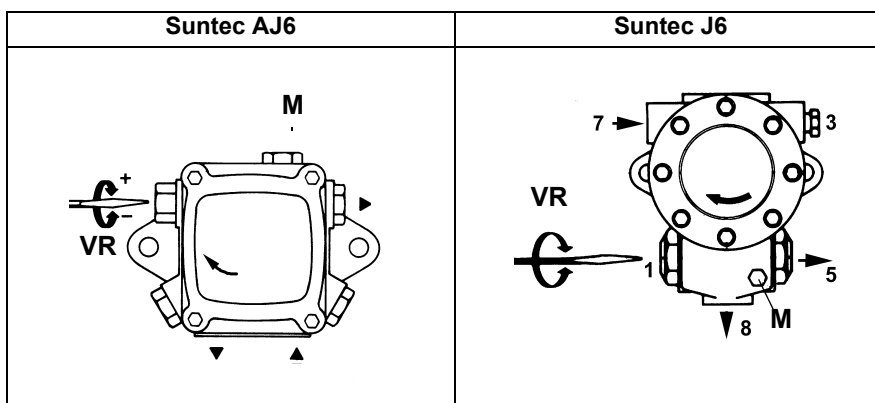

Рис. 11
- 5 выпустить воздух со штуцера манометра **М** насоса , развинтив слегка заглушку, но не снимая ее (Рис. 11);
- 3 выпустить воздух со штуцера (M) манометра насоса (Рис. 11), расслабив слегка заглушку, но не снимая ее; затем отпустить контактор;